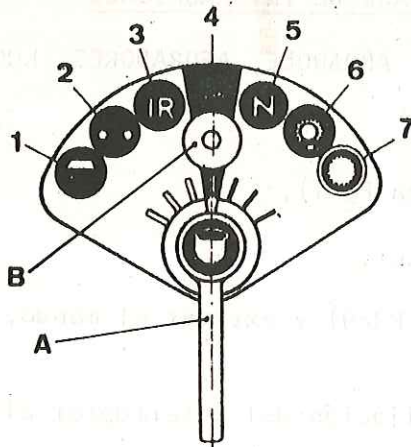

Fig. P3-10 Conmutador de luces
2.- POSICIONES (Fig. P3-10)
- 3.1. Con el fin de poder seleccionar en cada caso el alumbrado correspondiente sin dar lugar a equivocaciones, se dispone en el conmutador de luces, de un dispositivo de bloqueo que separa los dos sectores, por lo que para pasar de un sector a otro, será necesario oprimir el pulsador, B (Fig. P3-10) desplazando a su vez la palanca, A, al punto deseado.
NOTA: Este mando se encuentra situado en el costado izquierdo del pedal de embrague. Solo actuará si el conmutador de luces está en la posición 7 (Fig. P3-10).